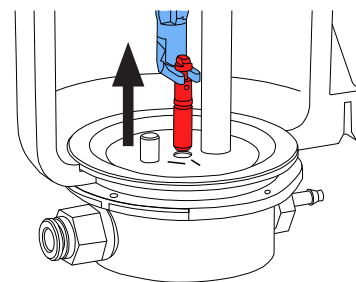

Fig. 13
- ⇒ Saisir la buse de dosage avec l'outil et la retirer en tirant vers le haut (Fig. 13).